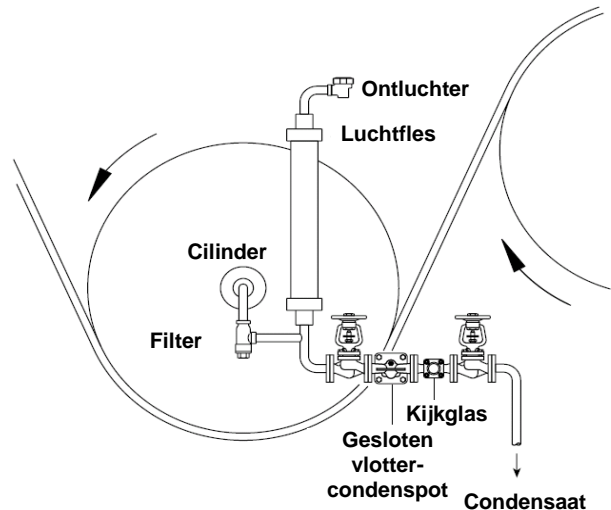

Fig.6 – Traaglopende cilinder met FT\_C condenspot
- De gesloten-vlottercondenspot moet zo dicht mogelijk gemonteerd worden na de uitgang van de stoomverbruiker, anders bestaat het gevaar van "stoomstop". Stoomstoppen ontstaan als de verbindingleidingen tussen uitgang stoomverbruiker en ingang condenspot zich vullen met revaporatiestoom tengevolge van ladingsverliezen. Hierdoor zal het condensaat stuwen in de verbruiker en het proces nadelig beïnvloeden. Roterende cilinders en andere toepassingen waar het condensaat via een duikbuis of syfonbuis moet verwijderd worden zijn toepassingen waar de grootste kans op een stoomstop bestaat. Een stoomstop kan gemakkelijk worden voorkomen door het gebruik van een gesloten vlottercondenspot met gecombineerde thermostatische onluchter en anti-stoomstopsysteem (SLR). Fig. 6 stelt een traag lopende cilinder voor uitgerust met een FT\_C condenspot. De SLR klep wordt geopend door de klepsteel in tegenuurwijzerzin te draaien. De fabrieksinstelling is en ½ toer en stemt overeen met een stoom-bypass van 22 kg/h bij 10 bar eff.